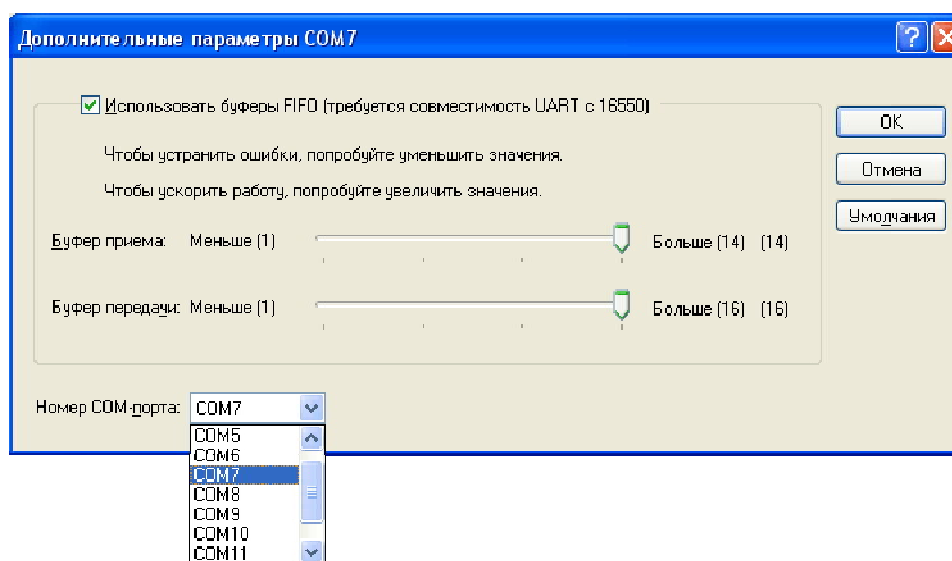

Рисунок 3 – «Дополнительные параметры COM-порта»
1.5. В поле «Номер COM-порта», рисунок 3, выбрать из списка значение COM7, этот номер COM-порта используется в программе прошивки.